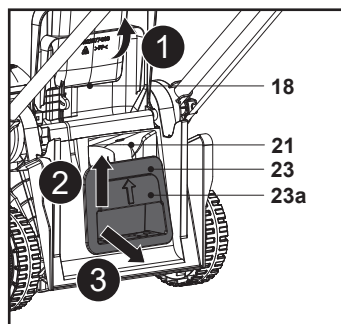

Fig. 16
2. Ridică mânerul încastrat (23a) și trage accesoriul de mărunțire (23) până îl scoți complet afară din jghebul de evacuare spate (21) (fig. 16).